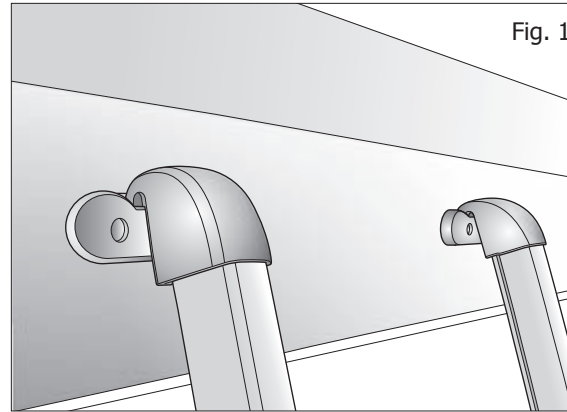

Fig. 1
Per effettuare la trasformazione del letto trasversale in dinette, per prima cosa abbassare il tavolo (Fig. 1 e 2) successivamente posizionare la prolunga in legno (Fig. 3) e i cuscini (Fig. 4 e 5).
- Per accedere ai letti sopraelevati agganciare la scaletta (fig. 1) agli appositi supporti **A** posti frontalmente alla zona a cui si intende accedere (fig. 2)
Gli armadi presenti sopra al doppio pavimento (Fig. 1) vengono utilizzati per gestire al meglio carico extra sul Van senza ingombri.
Se si rimuovono gli armadi, per abbassare le brande letto è necessario posizionare le due staffe in acciaio **A** (Fig. 1) inserendole nel supporto in plastica **B** (Fig. 2).